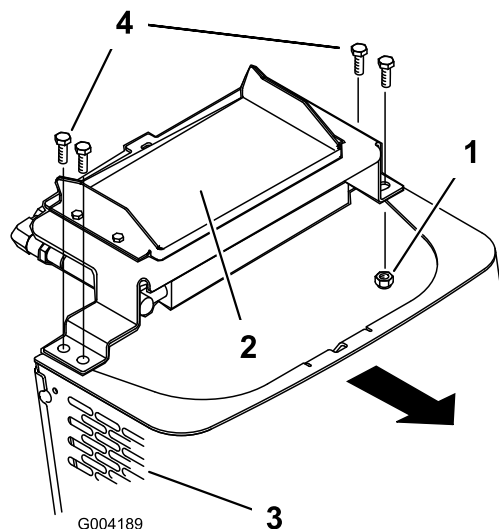

图 29
6. 拆下将油冷却器固定到前滤网顶部的轴肩螺栓和螺母图 29。